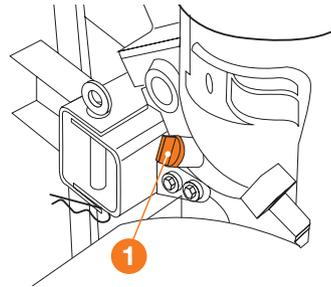

Рис. 12
Выверните болт-пробку ❶ маслозаправочного отверстия (Рис. 12).